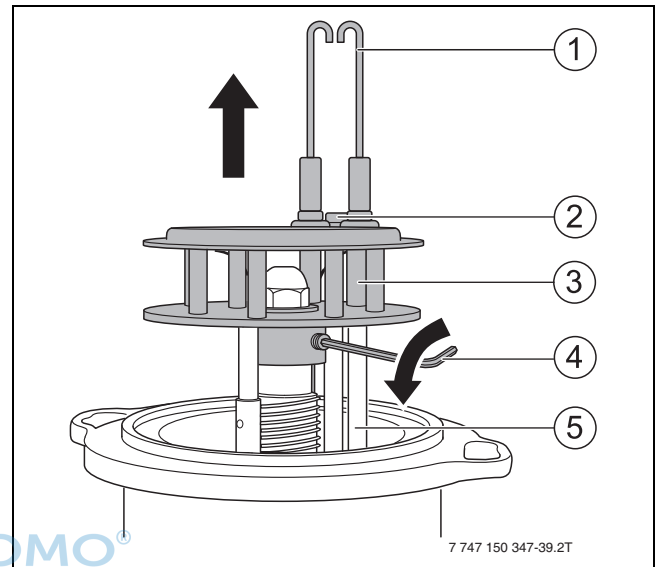

Bild 35 Mischsystem ausbauen
- Schraube (Bild 35, [2], Seite 23) zwischen den Zündelektroden lösen.
- Zündelektrode (Bild 35, [1], Seite 23) ausbauen.
- Mischsystem mit Gewindestift (→ Bild 35[4], Seite 23) sichern.